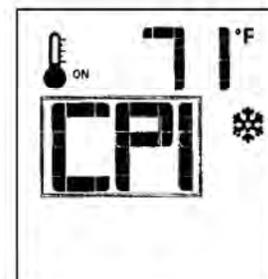

Figure 43. Le mode «CPI» est activé.
■ Réglez à OFF la télécommande, puis appuyez sur la touche Mode - IPI est le mode par défaut (Fig. 42). Appuyez sur la touche fléchée Haut (^) pour afficher l'icône «CPI» et activer le mode Veilleuse à allumage permanent (continu) (Fig. 43). Appuyez sur la touche fléchée Bas pour retourner au mode IPI (Veilleuse à allumage intermittent). Un seul «bip» du récepteur confirmera la réception de la commande.